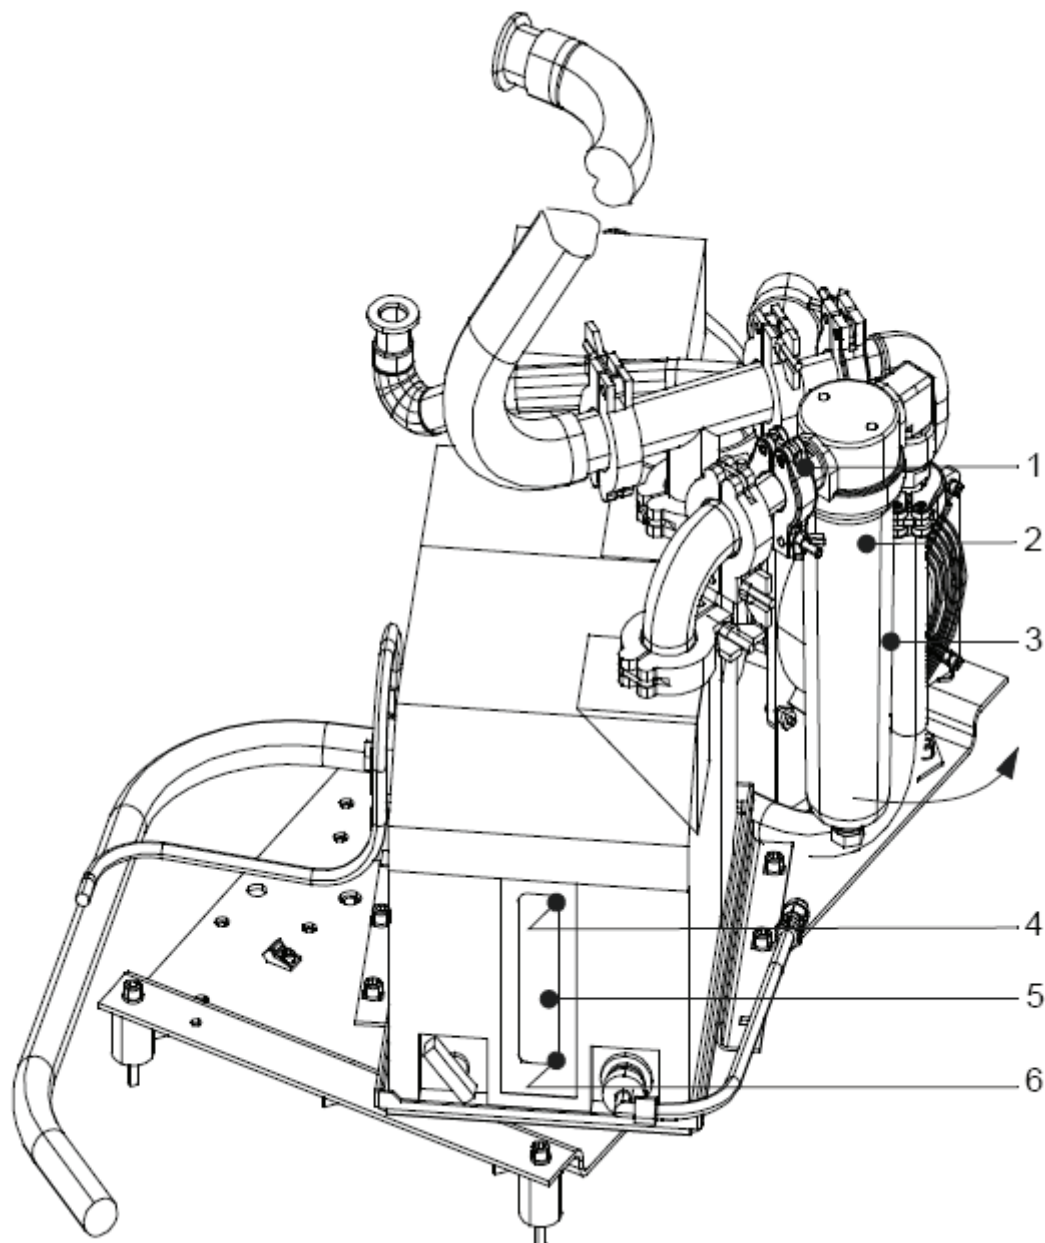

Рис. 9-4. Положение установки выпускного фильтра
Положение установки выпускного фильтра показано на рис. 9-4.
- Ослабьте хомут на выпускном фильтре (рис. 9-4/1) и поверните фильтр в сборе в направлении, указанном стрелкой, чтобы можно было снять стакан из органического стекла.